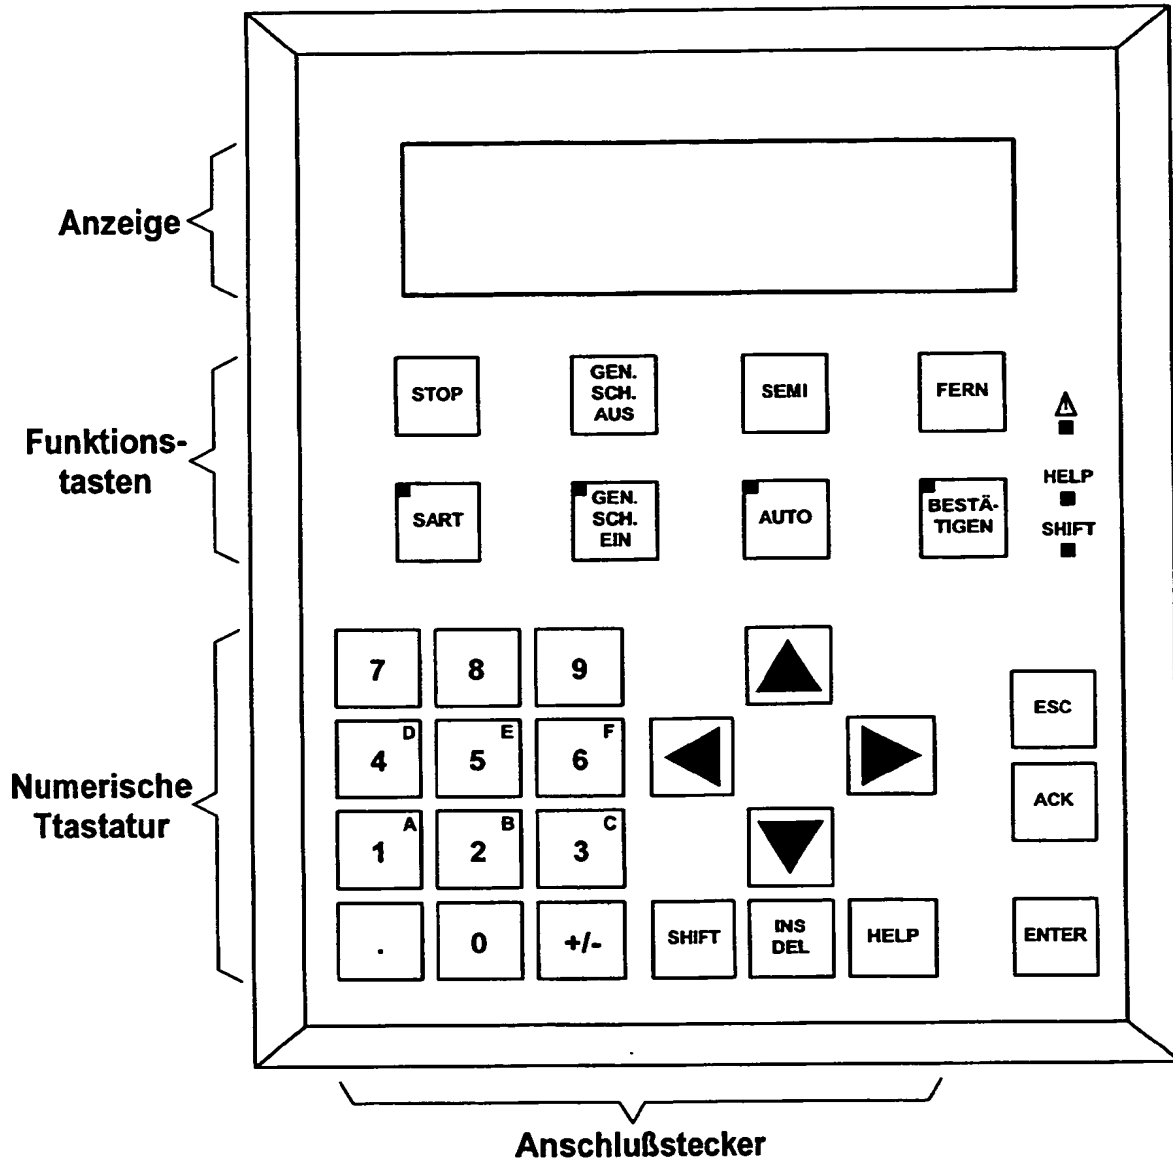

FIG 11
11 Fig. 11 zeigt das Standard-Bedientableau (BT) DP7